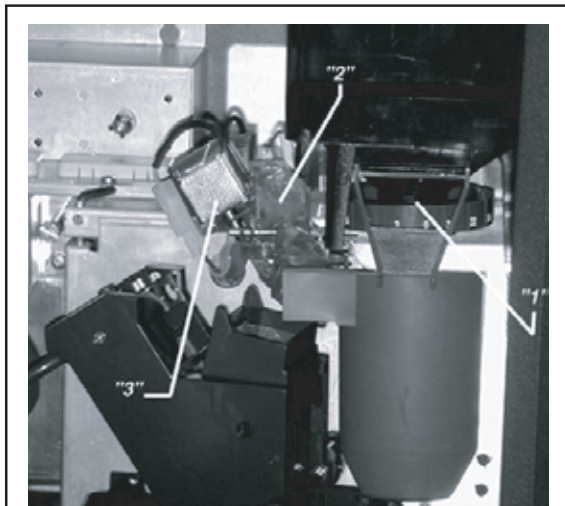

рис.8
- * кофемолка (**1**, рис. 8) работает, пока не заполнится установленным количеством молотого кофе дозатор (**2**, рис. 8);
- * электромагнитный клапан дозатора (**3**, рис. 8) включается и выбрасывает молотый кофе в Центральное Кофейное Устройство с помощью двух щелчков;